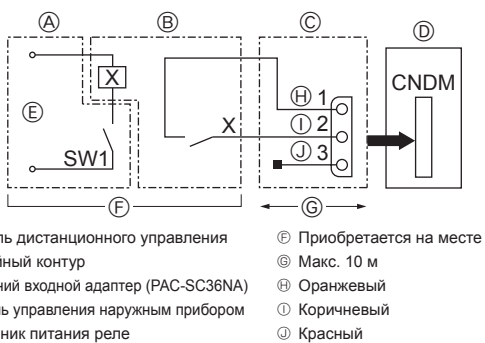

Fig. 10-1
10.1. Режим низкого шума (модификация “на месте”) (Fig. 10-1)